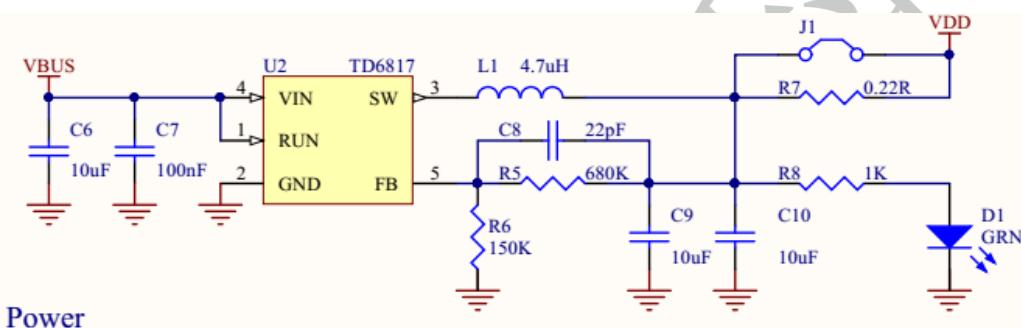
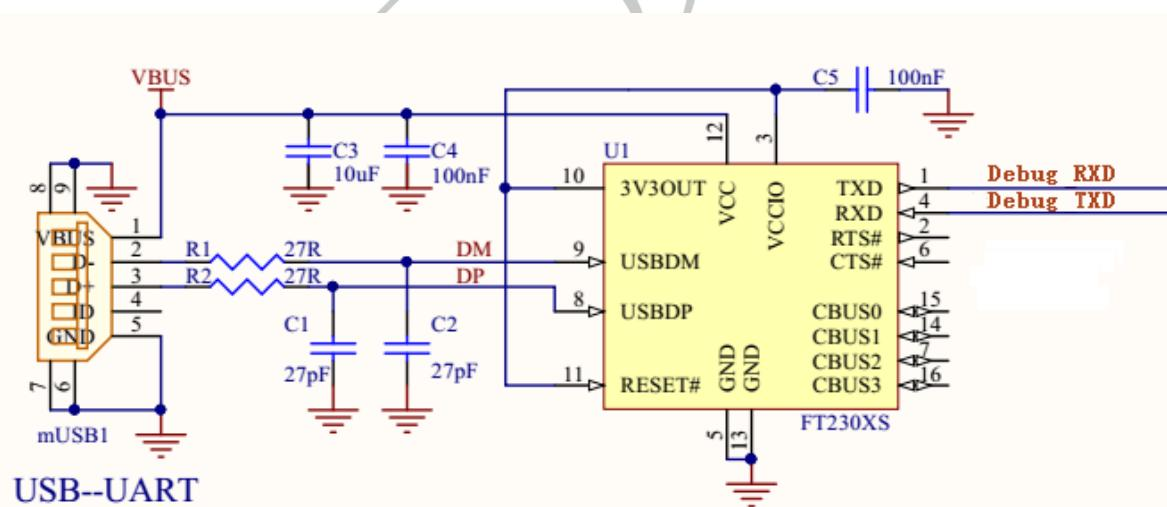
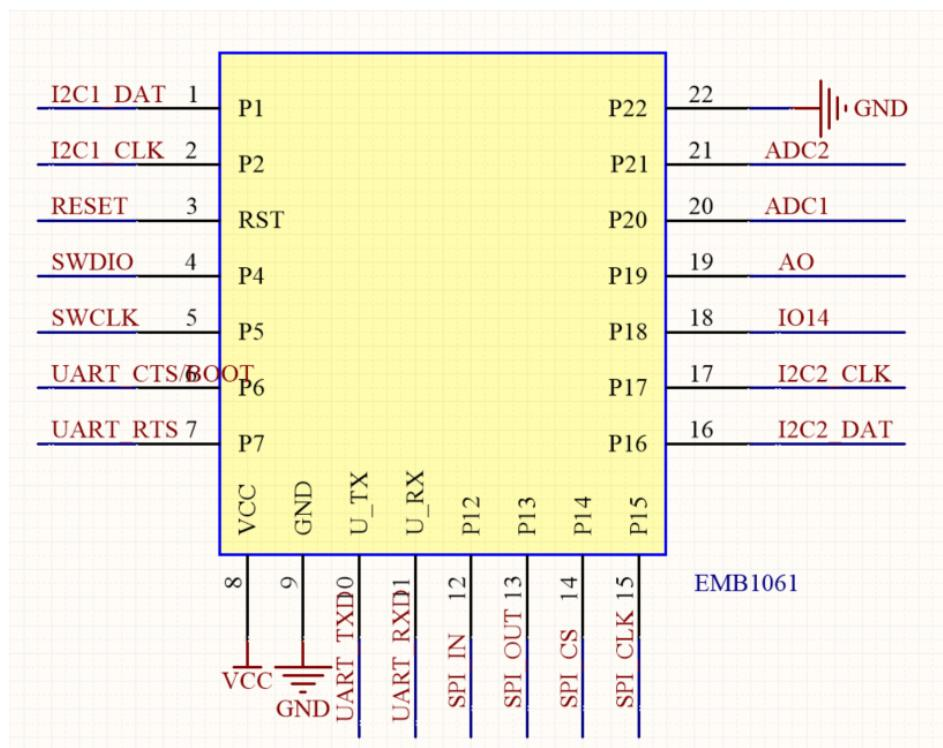
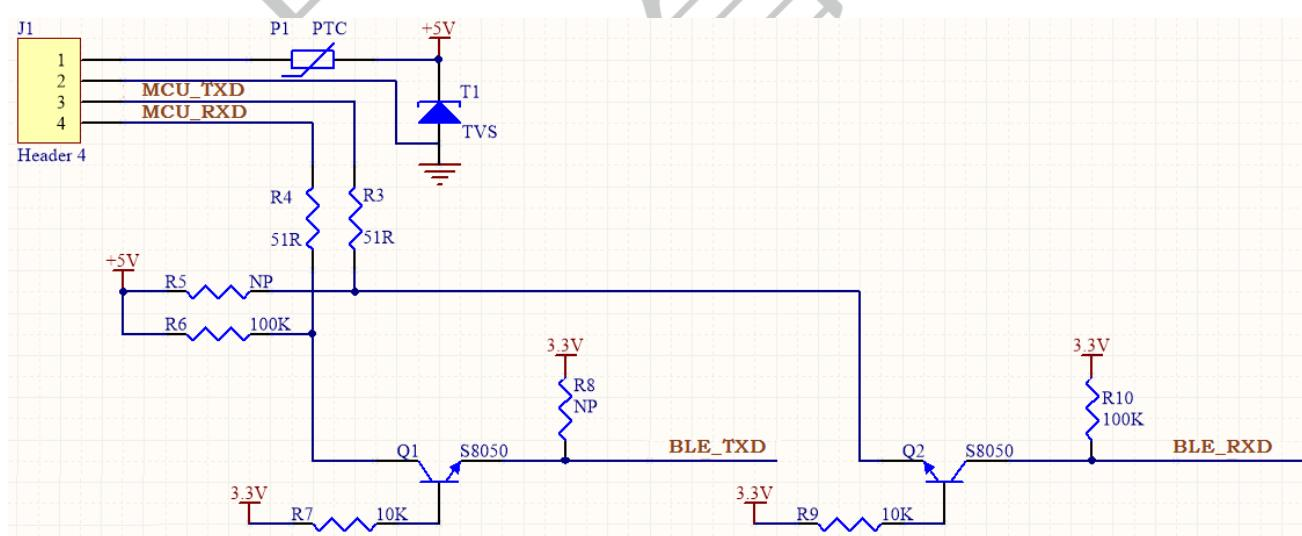

图 11.电源参考电路
图 12.USB 转串口参考电路
图 13.EMB1061 外部接口参考设计
图 14. 3.3V UART- 5V UART 转换电路
- 请根据回流焊曲线图进行SMT贴片，峰值温度245°C，回流焊温度曲线如6.5节图11所示。
EMB1061 用户参考电路如下图 11：电源参考电路、图 12：USB 转串口参考电路、图 13：外部接口参考设计、图 14：5V-3.3V UART 转换电路，所示供用户参考。
EMB1061 UART 为 3.3V UART ,如果用户使用 MCU 芯片的 UART 为 5V 电压 ,则需要把 5V UART 转成 3.3V UART,方能与 EMB1061 UART 通讯 , 5V-3.3V UART 转换电路请参考图 14 所示电路。